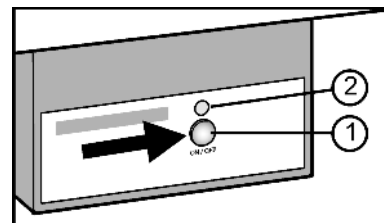

Fig. 23
- ▶ Premere il tasto On/Off Fig. 23 (1) finché si illumina il LED Fig. 23 (2).